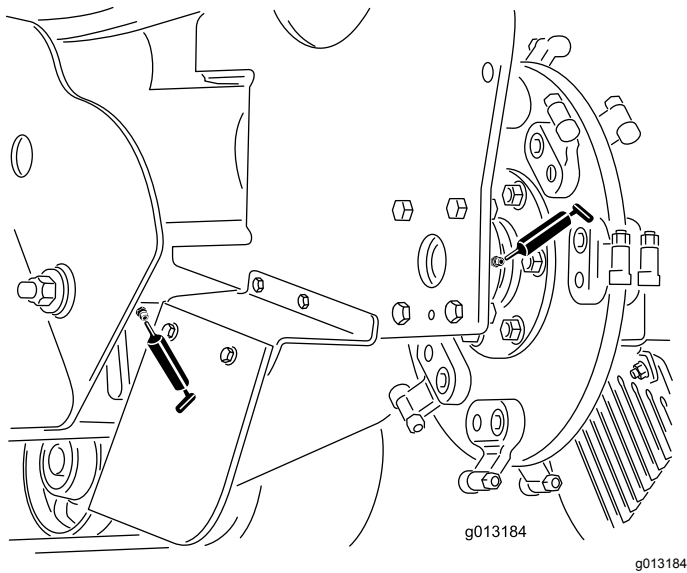

Figure 25
4. Raccordez une pompe à graisse à chaque graisseur (Figure 24 et Figure 25).